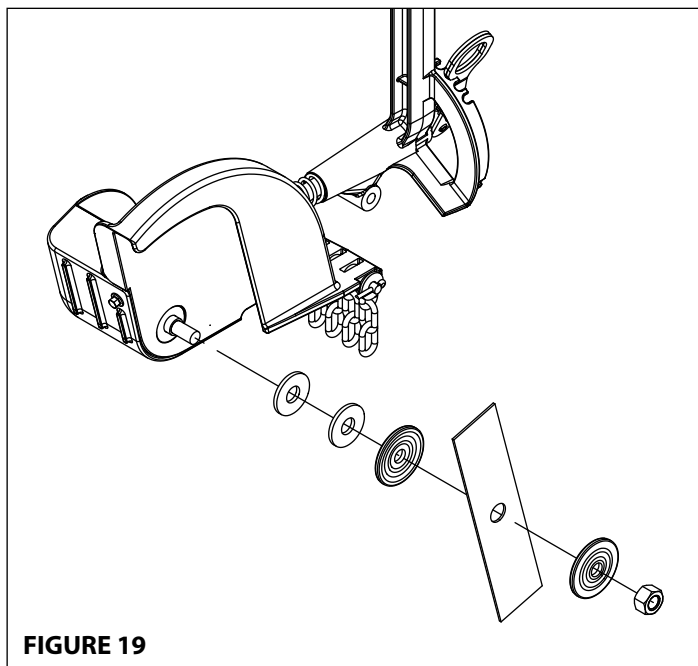

FIGURE 19
3. Desserrer l'écrou qui tient la lame en place. Retirer l'écrou et la rondelle de blocage. **Voir Figure 19.**